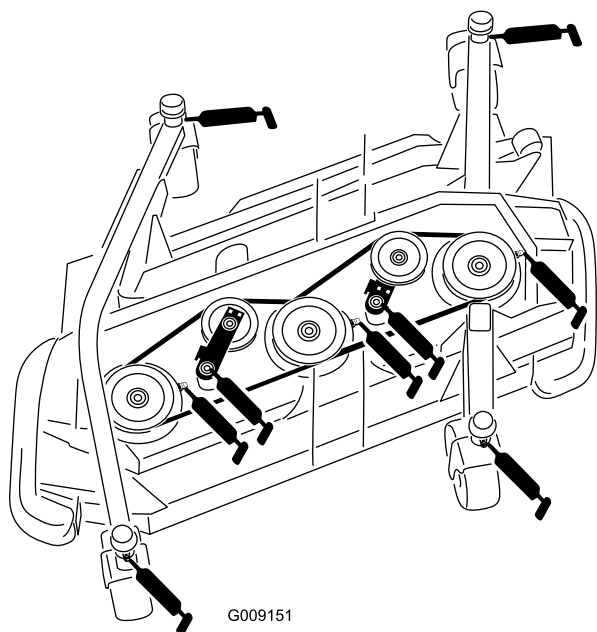

Bild 85
- Vier Laufradgabel-Wellenbüchsen (Bild 85)
- 3 Spindelwellenlager (im Spindelgehäuse), siehe Bild 85 .
- 2 Spannscheibenarm-Drehbüchsen (die sich auf der die Spannscheibe tragenden Drehgelenkwelle befinden), siehe Bild 85 .